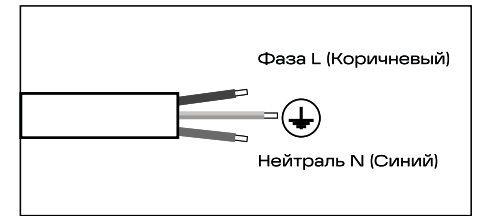

Рис. 4
- Отключите питание и подключите кабель, выведенный из светильника согласно схеме на рис. 4